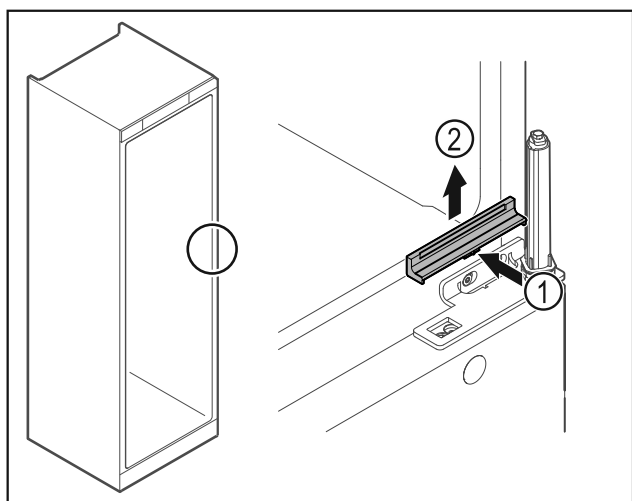

Fig. 26
- Paina suojusta Fig. 26 (1) kevyesti keskeltä ja ota se yläkautta pois Fig. 26 (2).